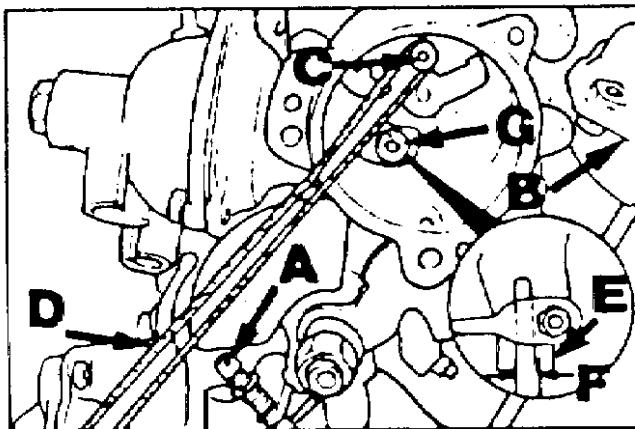
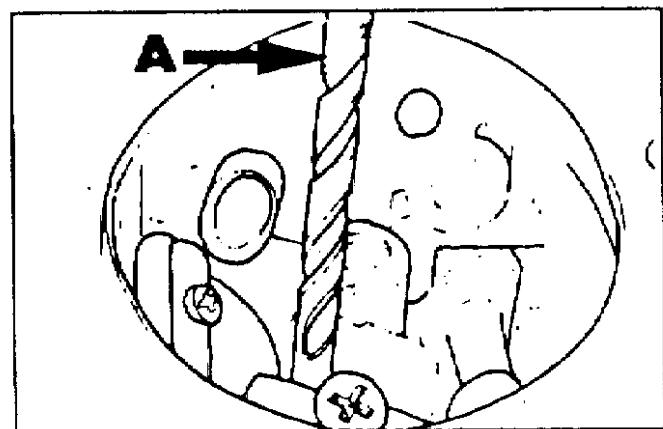

Рис. 4 Регулировка частоты вращения холостого хода холодного двигателя
Рис. 5 Зазор воздушной заслонки
- Отсоедините шланг с выходного отверстия вакуумного блока холодного пуска (B, Рис. 4).
- Вытяните приводной рычаг (C, Рис. 4) и зафиксируйте резиновой лентой (D, Рис. 4).
- Нажмите на тягу и рычаг в направлении стрелки (G, Рис. 4) и проверьте зазор воздушной заслонки при помощи калибра (A, Рис. 5) или сверла соответствующего диаметра.
- Если величина зазора выходит за допустимые пределы, произведите регулировку уменьшая или увеличивая зазор "F" на регулировочной вилке (E, Рис. 4).